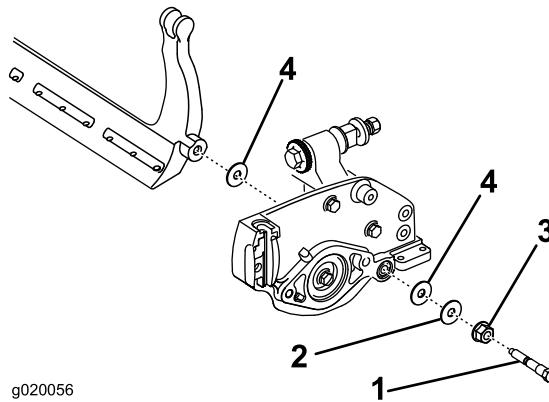

Figure 21
4. Retirez les boulons de la barre d'appui afin de pouvoir abaisser la barre et la déposer du boulon de la machine (Figure 20). Mettez de côté les deux rondelles en nylon et une des rondelles en acier estampé situées de chaque côté de la barre d'appui (Figure 21).
2. Fixez la barre d'appui sur chaque plaque latérale avec 2 boulons (munis d'écrous) et 6 rondelles. Placez une rondelle en nylon de chaque côté du bossage de la plaque latérale. Placez une rondelle en acier à l'extérieur de la rondelle en nylon extérieure (Figure 21).
4. Serrez les contre-écrous également de chaque côté jusqu'à ce qu'il ne soit plus possible de tourner les rondelles d'acier à la main (Figure 21).